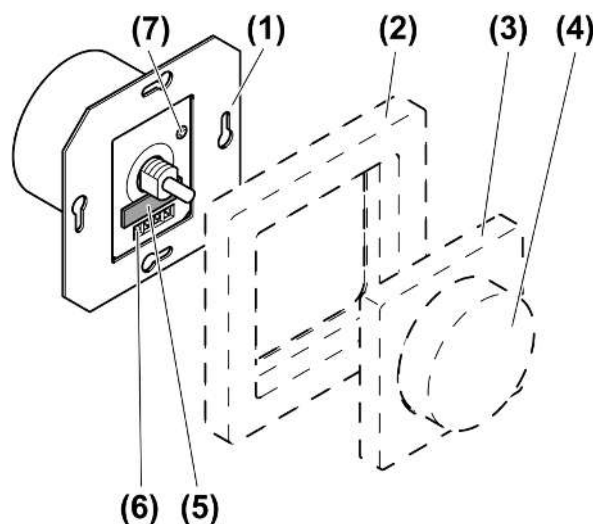

Figura 1: Struttura dell'apparecchio
- Impostare la luminosità base girando il regolatore (7) (Vedi figura 1). La luminosità base va impostata in modo tale che girando la manopola in senso antiorario fino all'arresto le lampade collegate risultino accese e appena visibili.